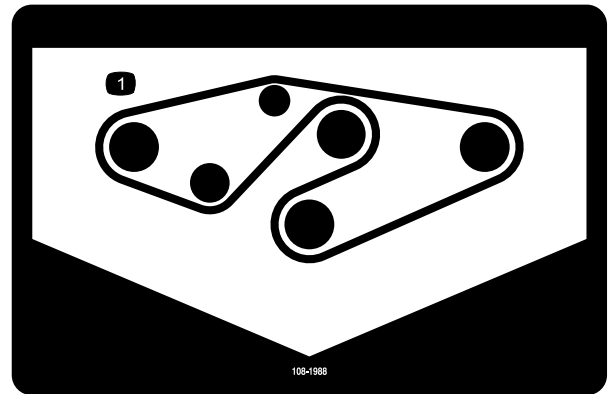

Bild 35
- Verlegen Sie den neuen Riemen um die Spindelscheiben und die Spannscheiben, siehe Bild 35.